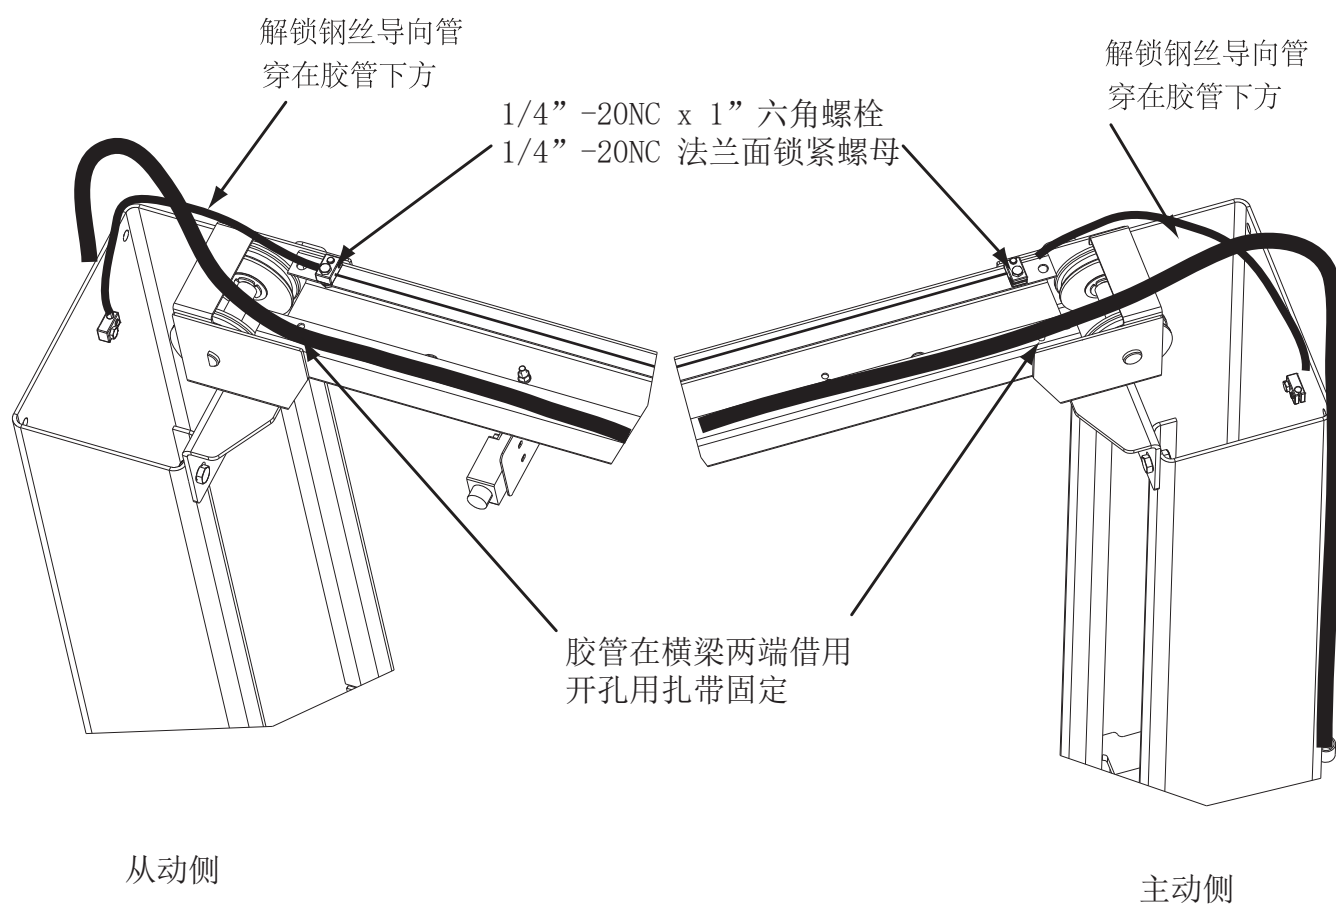

Fig. 13
- C) 将解锁钢丝绳端架如图所示安装到横梁上， Fig. 13。
- D) 将钢丝向上拉，从导向管中穿过 Fig. 13。
用随机附带的扎带将导向管及胶管在立柱顶部固定好，确保油缸伸出后不会干涉， Fig. 13。